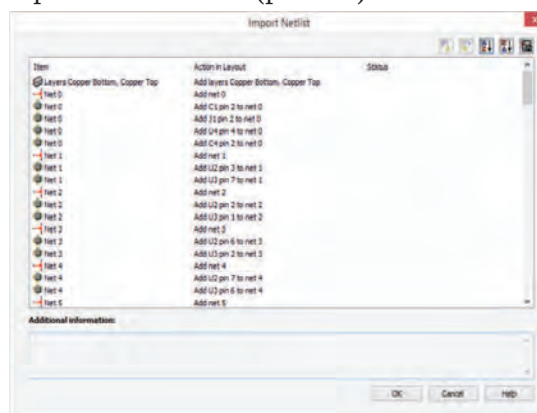
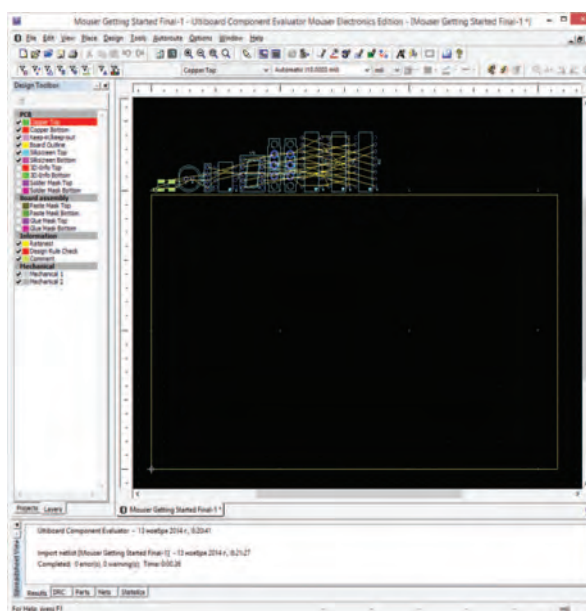

Рис. 14. Список соединений импортируемых из Multisim
Рис. 15. Рабочее окно программы Ultiboard
После нажатия кнопки "Launch Ultiboard" на экран будет выведен список соединений (рис. 14), импортируемых из Multisim. После нажатия кнопки "ОК" откроется рабочее окно программы Ultiboard (рис. 15).
3. Так же, как и в Multisim, можно выполнить настройку интерфейса пользователя и цвет выводимых на экран элементов, проводников и др. Не будем на этом останавливаться, а рассмотрим только процесс проектирования печатной платы. На рабочем листе (рис. 15) выведен контур печатной платы (желтым цветом), размеры которой программа задает по умолчанию. Этот размер можно изменить при настройке интерфейса пользователя, но в этом нет необходимости, так как проще изменить размер после завершения размещения элемен-